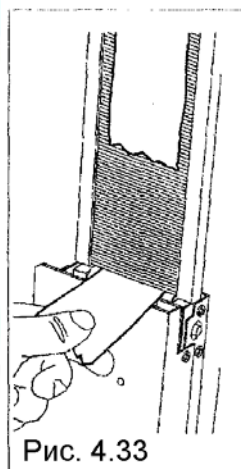

Рис. 4.33
- Вставьте ложки вместе с упаковкой в бокс и, когда они опустятся вниз, разрежьте и выньте упаковку (рис. 4.33)